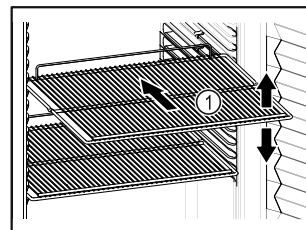

Fig. 70 Приблизне відображення
- ❑ Якщо решітки для зберігання Fig. 70 (1) знімні, відрегулювати по висоті.